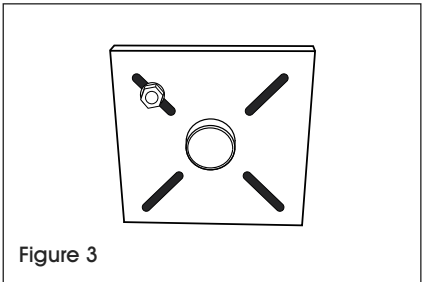

Figure 3
- 3. Put the nut on the bottom side. Put all 4 bolts and nuts on loosely. (See Figure 3)
3. Insérez l'écrou sur le côté inférieur. Fixez lâchement les quatre boulons et écrous. (Voir Figure 3)